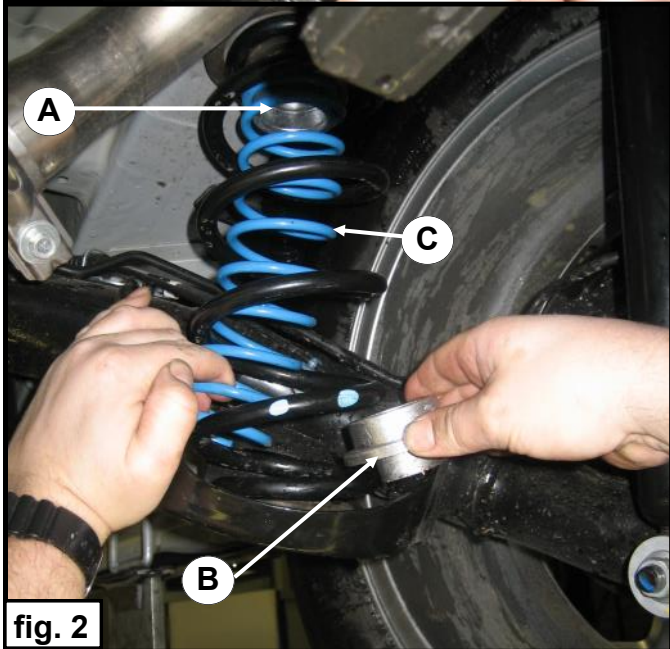

fig. 2
2. Insérez entièrement le ressort auxiliaire **C** avec la plaque de ressort **A** dans le ressort principal par un mouvement basculement à travers les spires de ce dernier. Voir fig. 2.
3. Placez la plaque de ressort en aluminium **B** dans la coupelle inférieure du ressort principal. Voir fig. 2.